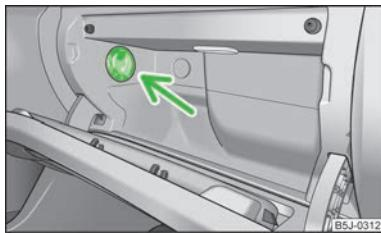

Fig. 66
► La entrada de aire se abre o se cierra con el interruptor giratorio » fig. 66.